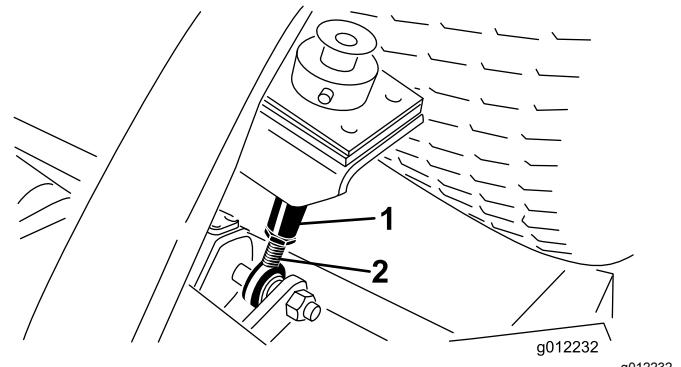

Figura 11
8. Allentate i controdadi sulla parte inferiore delle aste dell'altezza di taglio (Figura 11).